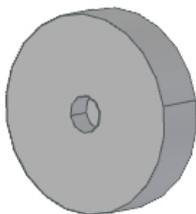

Рис. 3
2) Рециркуляции (рис. 2b) - внутренняя циркуляция воздуха с использованием угольного фильтра (рис.3).
При внутренней циркуляции следует установить угольный фильтр (рис.3).
Если Вы используете газовую плиту или газовую поверхность, расстояние “А” между нижней частью вытяжки и поверхность для приготовления пищи должно составлять не менее 65 см, если электрическая не менее 50 см (Рис.3). Во время монтажных работ следует соблюдать действующие положения по отводу воздуха. Когда вытяжка используется одновременно с устройствами сжигания газа или другого топлива, в помещении должна быть надлежащая вентиляция. Для оптимального отведения воздуха следует использовать жесткую пластиковую трубу диаметром 150 мм с применением соответствующего переходника или с помощью труб и фитингов с круглым сечением